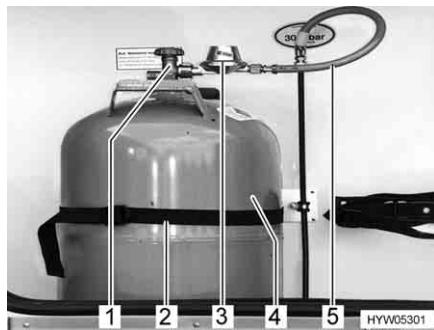

Fig. 55 Vano portabombole
- Chiudere la valvola principale di arresto (Fig. 55,1) della bombola del gas (Fig. 55,4). Osservare la direzione della freccia.
- Svitare manualmente il regolatore di pressione del gas (Fig. 55,3), con il tubo del gas (Fig. 55,5), dalla bombola del gas (filettatura sinistrorsa).
- Allentare le cinghie di fissaggio (Fig. 55,2) ed estrarre la bombola del gas.